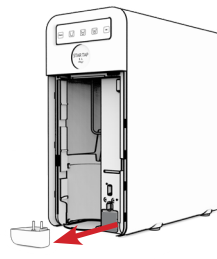
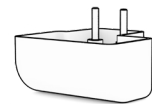

Fig. 2-17
Fig. 2-18
24.1 - In caso di allarme PERDITA ACQUA, vedi **37.2** sarà necessario svuotare la vaschetta interna raccogli gocce, Fig. 2-18, ed asciugarla con della carta assorbente. Procedere rimuovendo lo sportello frontale in plastica, Fig. 1-13, poi estrarre la vaschetta tirandola verso l'esterno, Fig. 2-17.